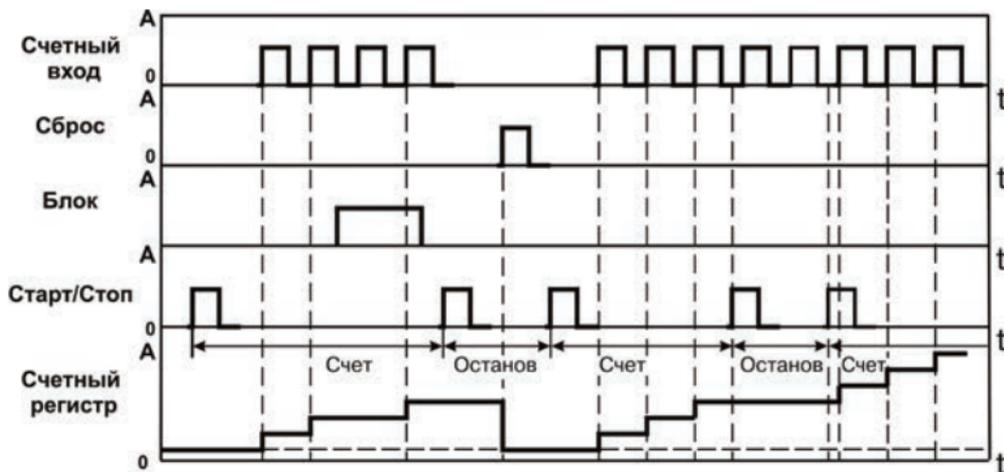

Рисунок 3.5 – Диаграмма работы прибора
Счетчик работает в режиме прямого счета. При этом выполняется счет импульсов от нулевого значения в сторону увеличения (рисунок 3.5).
- тип работы по сбросу – «Сбросить счетчик и продолжить счет» ($rSt = Cont$) (рисунок 3.5).